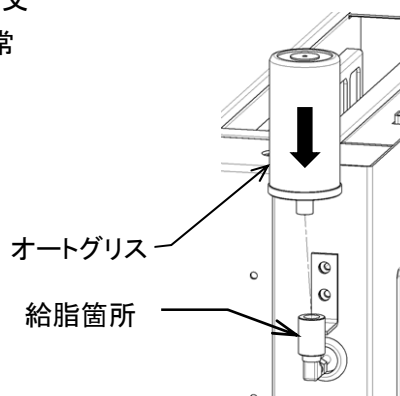

図8-3
- ③ 上部のガスジェネレーター設定数値を[12]のところに、↑印を合わせます。⇒スイッチが ON になります。容器に入れてしばらく置き、オイルの吐出を確認すること。(図8-3)
- ④ 油性ペンなどで、本器の側面ラベルに使用開始日を記入すること。
- ⑤ 機械の給脂箇所到手でねじ込み取り付けます。(図8-3)
- ⑥ 約 12 ヶ月間使用可能ですが、12 ヶ月間の使用を保証するものではありません。必ず毎週残量を確認すること。周囲温度 20℃(68 °F) でほぼ設定期間使用でき、それより低温の時は期間が長く、高温の時は期間が短くなります。
- ⑦ オートグリス残量が 0 以下になった場合は速やかに交換すること。オートグリスに比べ主軸部の修理は非常に高額になります。